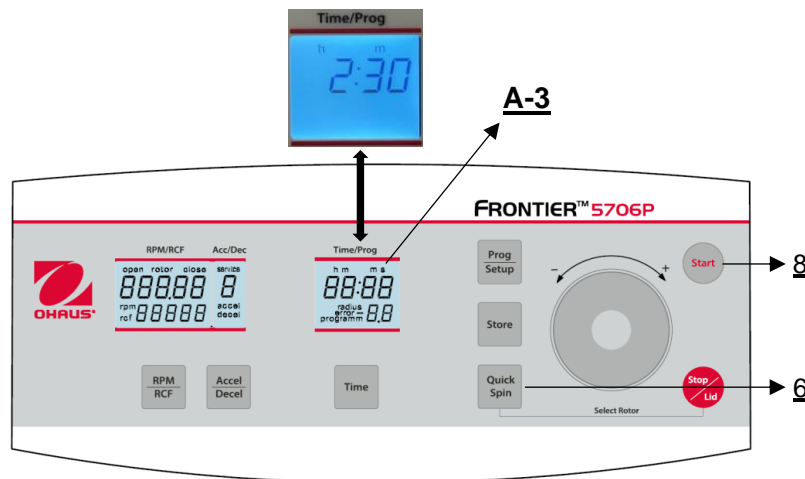

Figure 25
Vous pouvez démarrer la centrifugeuse soit avec la touche **"Start"** (8) (voir figure 25), soit avec la touche **"Quick Spin"** (6). La touche **"Start"** (8) permet de démarrer des cycles mémorisés ou des cycles dont les paramètres ont été présélectionnés manuellement.